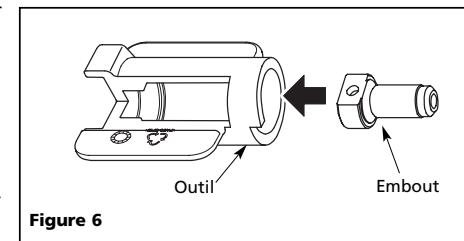
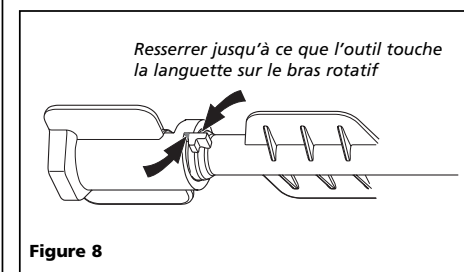

Figure 6
Figure 8
3. Nettoyer l'embout au besoin. Voir les figures 6 et 7. Pour un alignement approprié des embouts, resserrer jusqu'à ce que l'outil entre en contact avec la languette sur le bras rotatif, tel qu'illustré sous la figure 8.